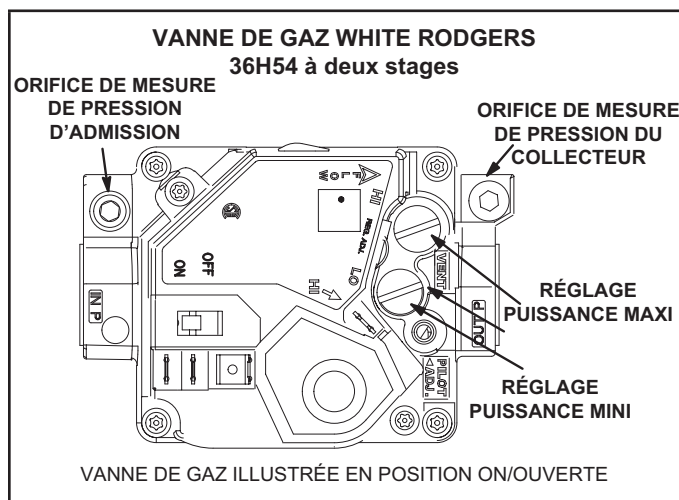
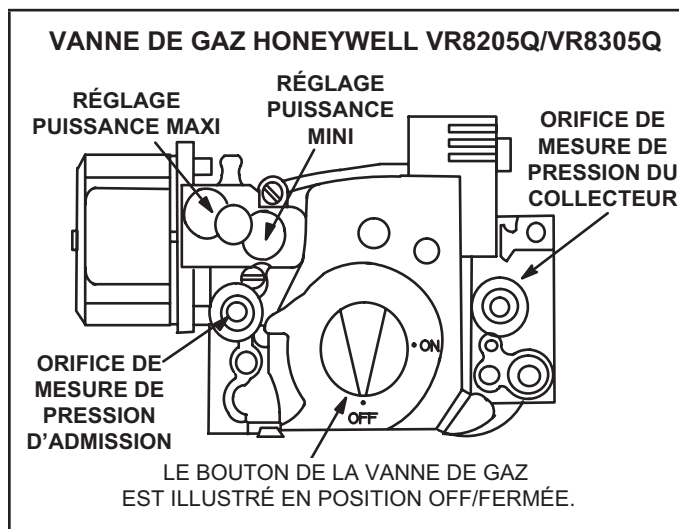

FIGURE 31
FIGURE 32
Fonctionnement de la vanne de gaz pour Honeywell VR8205Q/VR8305Q et White Rodgers 36H54 (FIGURE 31 et FIGURE 32).
- 5 - Mettre l'interrupteur de la vanne de gaz sur **OFF/FERMÉ**. Voir FIGURE 31. Sur les vannes de gaz Honeywell VR8305Q, tourner le bouton dans le sens des aiguilles d'une montre jusqu'en position **OFF/FERMÉE**. Ne pas forcer. Voir la figure 27.
- 6 - Attendre cinq (5) minutes pour s'assurer que tout le gaz a eu le temps de se dissiper. En cas d'odeur de gaz, **ARRÊTER!** Appeler immédiatement le fournisseur du gaz depuis un voisin et se conformer à ses instructions. S'il n'y a pas d'odeur de gaz, passer au point suivant.
- 7 - Mettre l'interrupteur de la vanne de gaz sur **ON/FERMÉ**. Voir FIGURE 31. Sur les vannes de gaz Honeywell VR8305Q, tourner le bouton dans le sens inverse des aiguilles d'une montre jusqu'en position **ON/OUVERTE**. Ne pas forcer. Voir FIGURE 32.